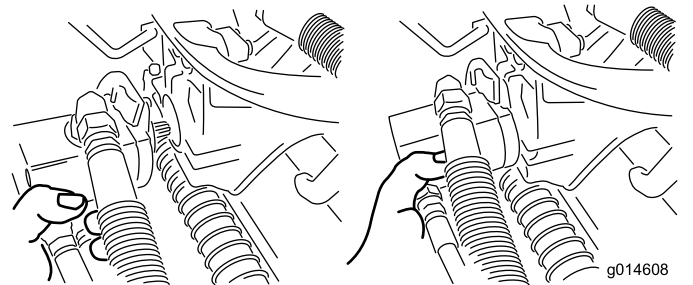

Figure 56
3. Amenez le moteur à la position de rangement sur l'avant du bras de suspension (**Figure 56**).